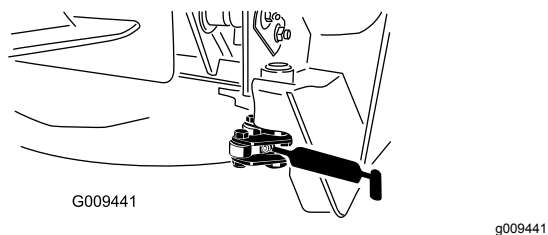

Figura 68
- Duas articulações do trinco (Figura 68)